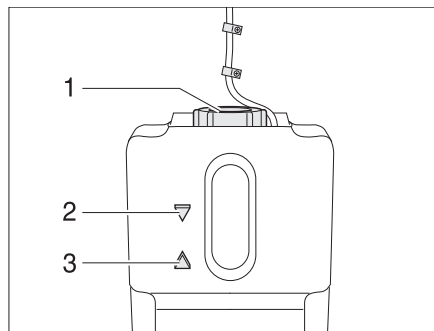

Fig. 164 Vase d'expansion pour le chauffage à eau chaude
- Contrôler si le liquide se trouve entre les marques "MIN" (Fig. 164,3) et "MAX" (Fig. 164,2) sur le vase d'expansion (Fig. 164).
- Ouvrir le bouchon du vase d'expansion (Fig. 164,1).